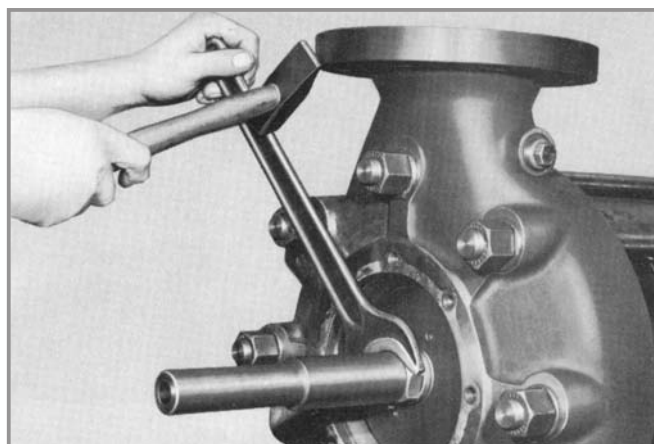

Fig. 39 - Afrouxamento da luva protetora do eixo
15. Afrouxar a luva protetora do eixo (524.2) e extraí-la juntamente com o o-ring (412.4) (vide Fig. 39).